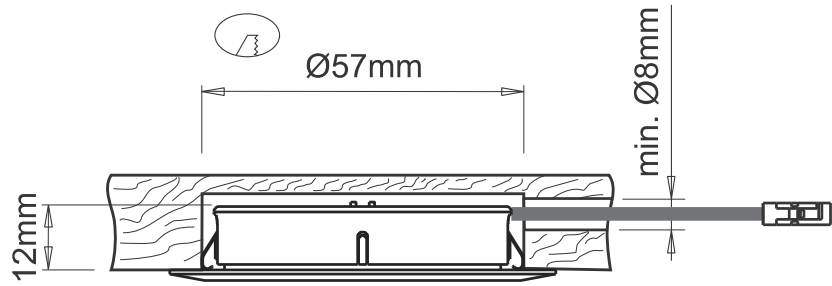

Fig 1
- Besüllyesztett szerelés esetén fúrjunk egy Ø57 mm-es lyukat minimum 12 mm mélyen a tervezett helyre és amennyiben szükséges fúrjunk egy minimum Ø8 mm kivezetést a vezeték illetve csatlakozó számára. Lásd Fig.1.